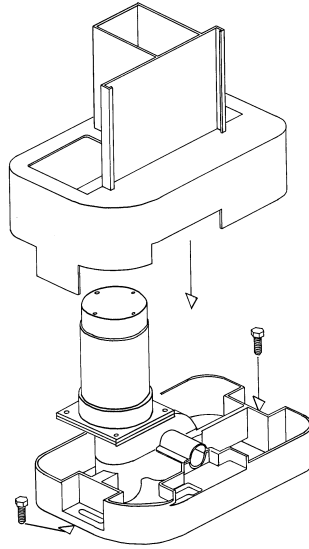

Fig. G1
- Ⓘ Avvitare le viti (come indicato in fig.G1 - G2) su entrambi i lati del motoriduttore. Passare tutti i cavi attraverso i fori ricavati sulla base della contropiastra di fondazione.
- Ⓓ Die Schrauben (wie in Abb. G1 - G2 dargestellt) beidseitig am Getriebemotor anschrauben. Alle Kabel durch die Löcher in der Basis der Fundamentgegenplatte führen
- Ⓕ Visser les vis (comme l'indique la fig. G1 - G2) sur les deux côtés du motoréducteur. Passer tous les câbles à travers les trous ménagés sur la base de la contre-plaque de fondation.
- Ⓔ Apretar los tornillos (tal como se indica en la fig.G1 - G2) en ambos lados del motorreductor.Pasar todos los cables a través de los agujeros existentes en la base de la contraplaca de cimentación.